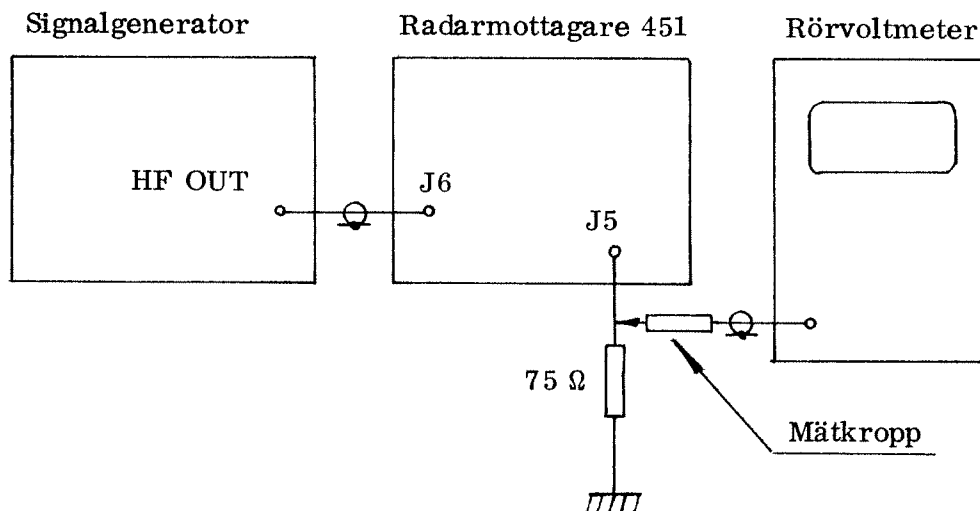

Bild 6. Mätuppkoppling för kontroll av förstärkning
- 4.4.5.1 Koppla upp enligt bild 6.